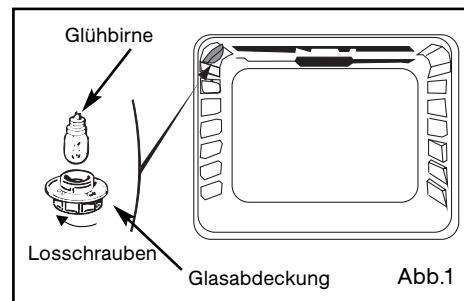

Abb.1
- b) Die Glasabdeckung entfernen (Abb. 1).